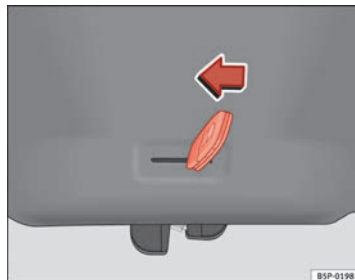

Fig. 49 Portón trasero: apertura de emergencia
- Introduzca el espadín de la llave en la ranura y desbloquee el sistema de cierre, dirigiendo la llave de derecha a izquierda, tal como indica la flecha ⇒ fig. 49.